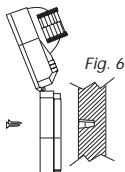

Fig. 6
- Als de aansluitkabel uit de muur komt dan kan deze aan de achterkant van de PIR-unit ingevoerd worden. Wordt de kabel echter op de muur geplaatst dan vindt de invoering aan de onderkant van de PIR-unit plaats (Fig. 6).